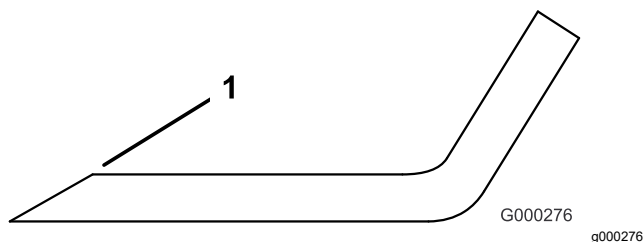

Figura 125
3. Esaminate l'affilatura di tutte le lame e affilate se risultano smussate o scheggiate (Figura 125).
per garantire l'affilatura (Figura 125). La lama rimane bilanciata se rimuovete la stessa quantità di metallo da entrambi i taglienti.